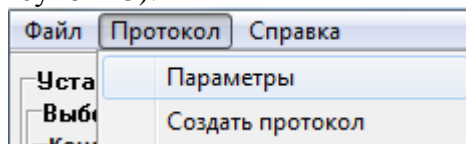

Рисунок 13
7.11.3 Пункт «**Протокол**» (см. рисунок 13):